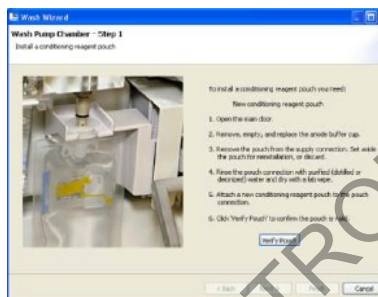

Figura 19. Ventana de "**Wizard**" para lavado de bombas y canales.
**7.6.7** Siga las instrucciones del "**Wizard**". Ver figura 19